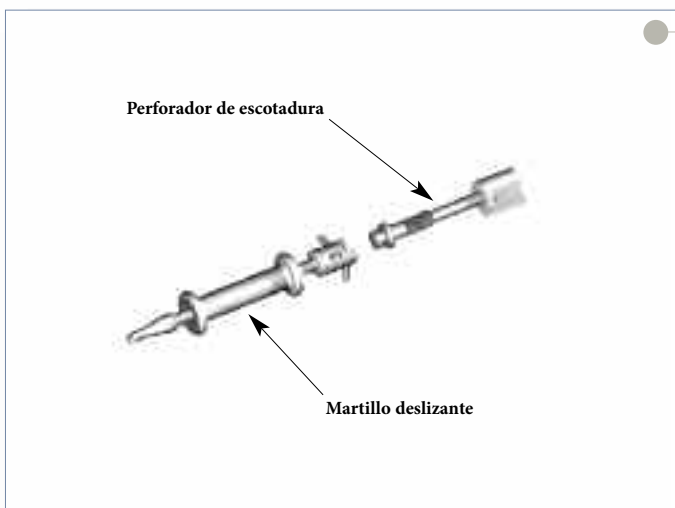

Figura 26
- ▶ Retire el compactador de las vías con un martillo deslizante si fuera necesario (**Figura 26**).